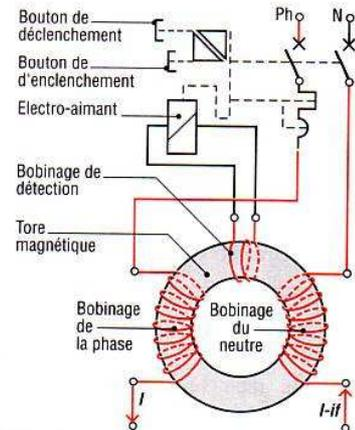

Fig. 15 : Disjoncteur différentiel représenté en position déclenchée.
4.2. Principe de la protection différentielle (fig. 15)